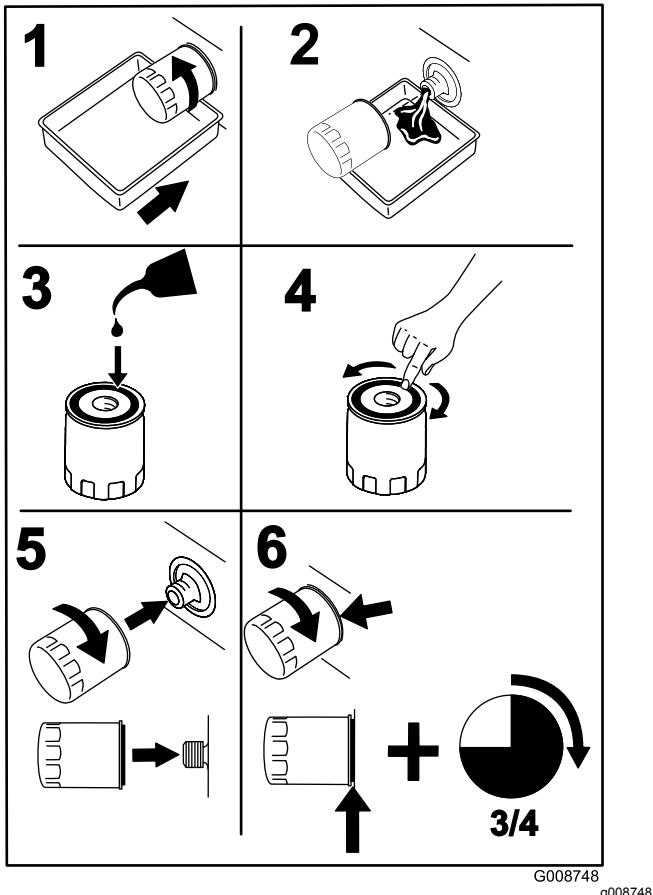

Figura 41
4. Coloque un recipiente debajo del filtro de aceite, y gire el filtro en sentido antihorario para retirarlo (Figura 41).